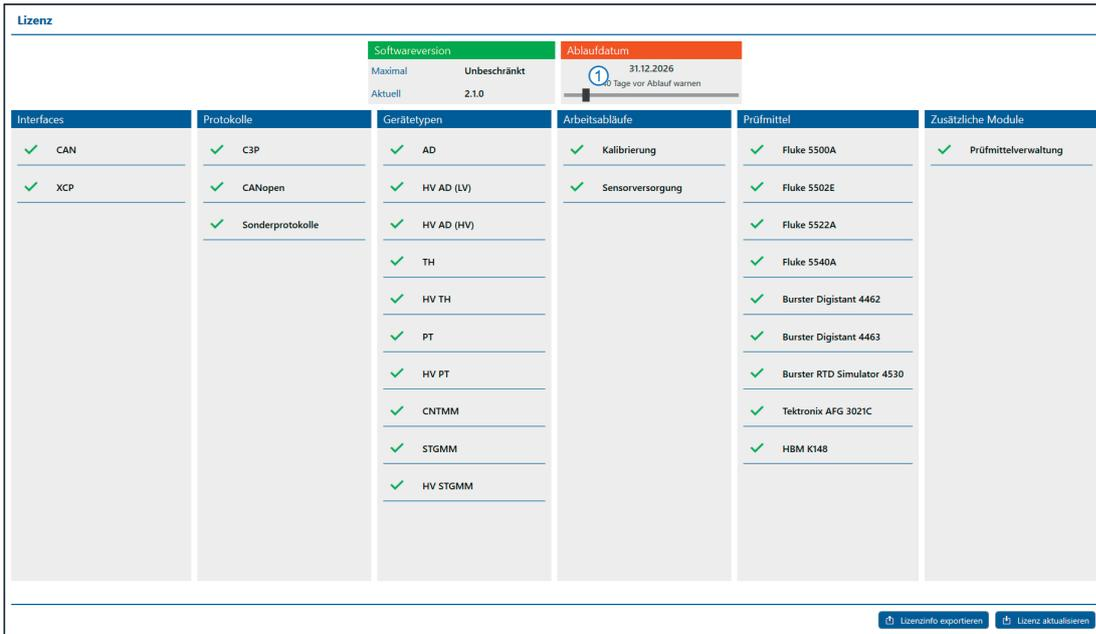

Abb. 3-31: Menü **Lizenz**
Mit dem Schieberegler in der Info-Box **Ablaufdatum** (Abb. 3-31, ①) kann die Zeitspanne in Tagen bis zum Ablauf der Gültigkeit der Software-Lizenz eingestellt werden. Mit Beginn der definierten Zeitspanne erscheint nach dem Programmstart eine Warnmeldung mit dem Ablaufdatum der Lizenz.